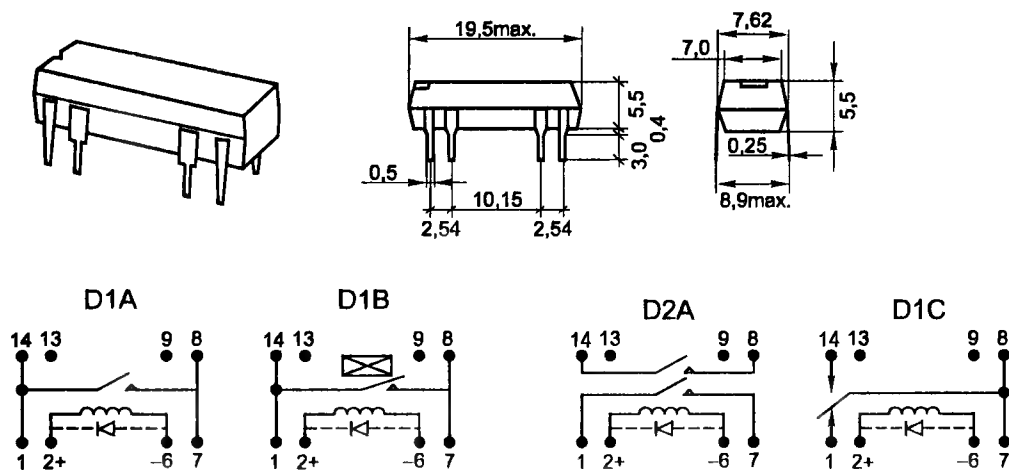

Рис. 7.7. Герконовые реле серии D
1. Внутренняя схема включения (рис. 7.7):